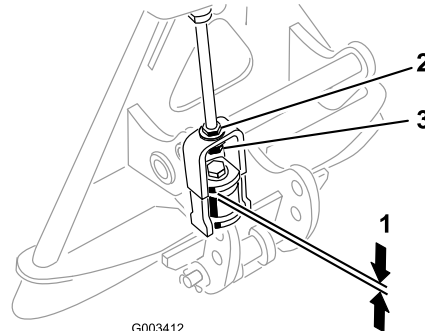

図 16
プタのリンク・アセンブリの上部についているワッシャとスペーサとの間のすき間を測る（図 16）。
ワッシャとショルダ（肩）とのすき間が 1.5~2.0 mm あれば適正です（図 16）。
10. すきまの大きさが適正でない場合は、リンク・アセンブリについているジャム・ナットをゆるめ、調整ナットを締め方向またはゆるめ方向に回してすきまを調整する（図 16）。